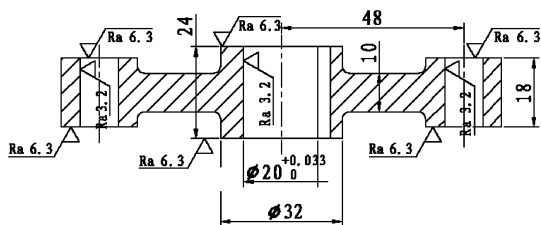

图 9-101 标注表面粗糙度（三）
6) 单击“插入”选项卡“块”面板中的“插入块”按钮，打开“插入块”对话框，插入“粗糙度”图块。重复“插入块”命令，标注曲柄俯视图中的其他表面粗糙度，结果如图 9-101 所示。